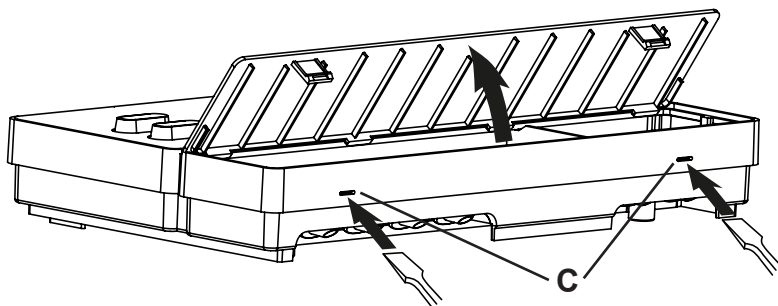

Fig.3 Retrait du couvercle du boîtier
2. Appuyez légèrement dans les fermetures à déclic **C** avec un tournevis et retirez le couvercle du boîtier (voir **Fig.3**).